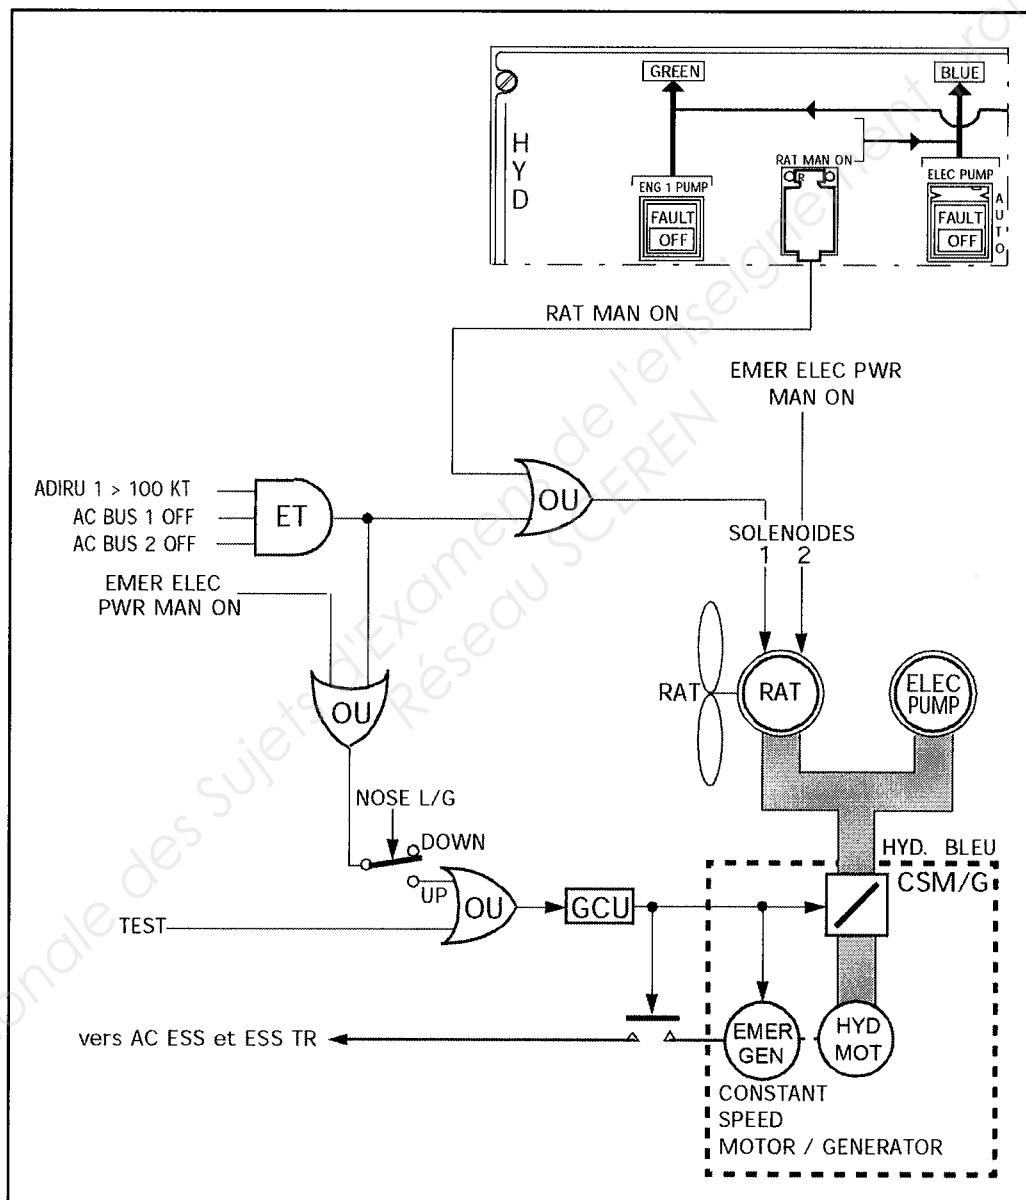

Figure 17 : Logique de commande de la RAT et de l'EMER GEN
3.8.1 Panneau De Commandes (Voir Figure 17)